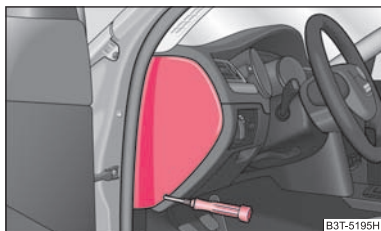
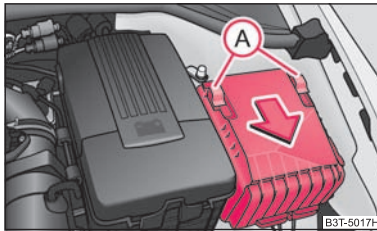

Abb. 205 Sicherungsdeckel: linke Seite der Schalttafel
Abb. 206 Sicherungsdeckel im Motorraum
- Nehmen Sie den Sicherungsdeckel an der Seite der Schalttafel mit Hilfe eines Schraubendrehers ⇒ Abb. 205 bzw. den Sicherungsdeckel im Motorraum ⇒ Seite 251, Abb. 206 ab.
- Verschieben Sie die Sicherungsbügel (A) ⇒ Abb. 206 bis zum Anschlag, hinter dem Sicherungsbügel erscheint das Symbol und nehmen Sie den Deckel ab.